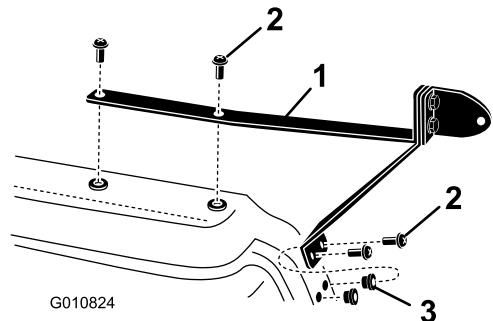

図 8
9. 各ドリル穴に、ナットインサートをセットする図 8。
10. 上下のミラーブラケットをナットインサートに固定する平頭ねじ  $\frac{1}{4}'' \times 1''$  4本で図 8 のように固定する。